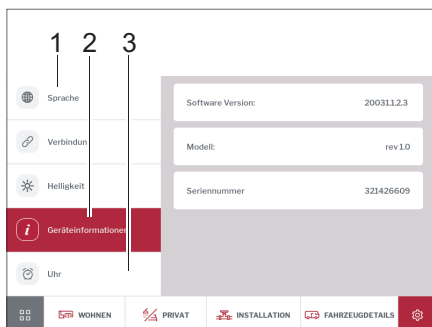

Bild 271 Språk, enhetsinformation, tid
- Klicka på knappen *Språk* (Bild 271,1) och ställ in önskat språk på displayen.
- Klicka på knappen *Tid* (Bild 271,3) och ställ in klockslaget.
- Klicka på knappen *Enhetsinformation* (Bild 271,2). Information om enheten visas (programversion, modell och serienummer).